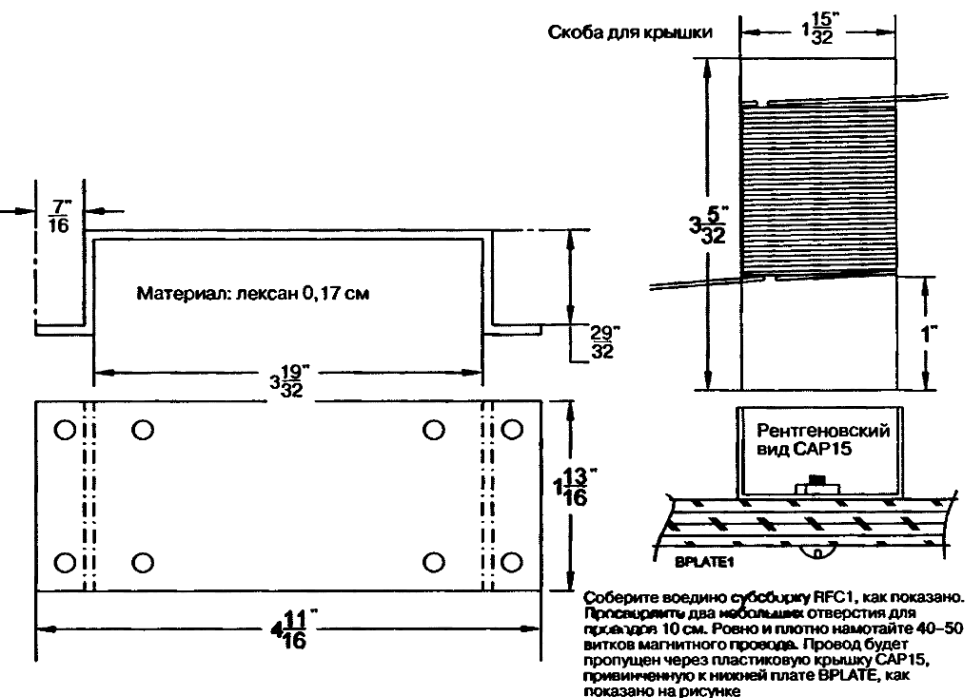

Рис. 14.5. Скоба для крышки СВКТ1 и сборка высокочастотного дросселя RFC1
| CBKT1 | 1 | Скоба конденсатора, изготовленная, как показано на рис. 14.5 | |
| RFC1 | 1 | Каркас катушки для резонанса RFC, изготовленный, как показано на рис. 14.5 | |
| CAP158 | 1 | Пластиковая крышка 4,13 см (см. рис. 14.5) | |
- Соберите сборки высокочастотного дросселя RFC1 и изготовьте скобу конденсатора СВКТ1, как показано на рис. 14.5. Просверлите два небольших отверстия для соединительных проводов длиной 10 см. Ровно и плотно (виток к витку) намотайте 40–50 витков магнитного провода #26.